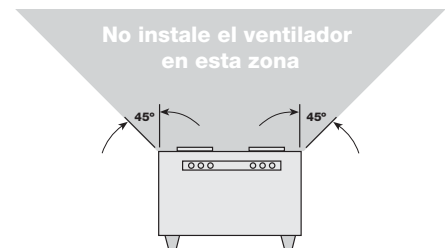

Figura 2 — Lugar de Montaje
11. No se recomiendan estos ventiladores para aplicaciones de escape en cocinas. Están diseñados principalmente sólo para aplicaciones de aire limpio a baja temperatura. La Figura 2 muestra la distancia mínima en la que se deben colocar estos ventiladores en relación con el equipo de cocina.
1. Para obtener el mejor rendimiento, elija una ubicación con el tramo de conducto más corto posible y con el menor número de codos. No lo monte cerca de equipos de cocina, como se muestra en la Figura 2.